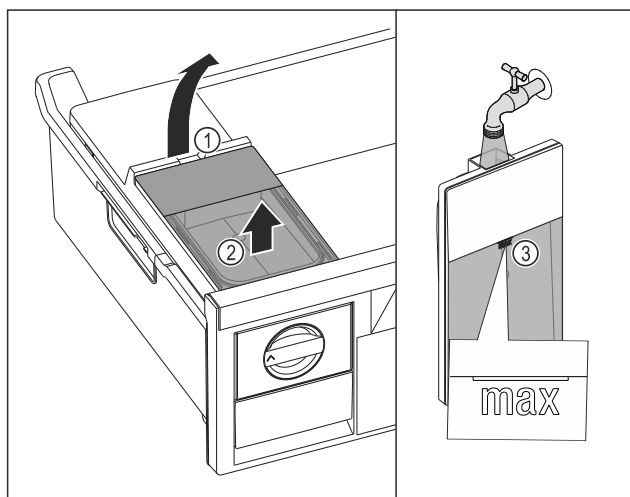

Fig. 121
- Emelje fel a víztartályt a kivágásnál Fig. 121 (1).
- Felfelé vegye ki a víztartályt. Fig. 121 (2)
- Ivóvízzel töltsse fel a jelölésig Fig. 121 (3) a víztartályt.